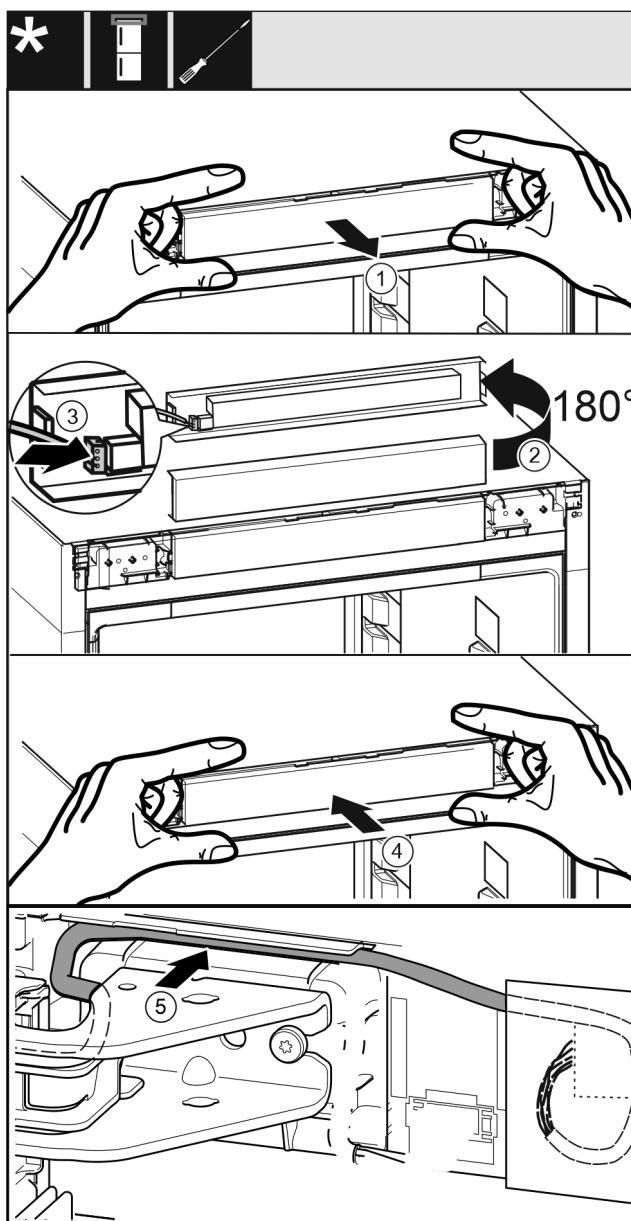

Fig. 40
- ▶ Осторожно извлеките фальшпанель Fig. 40 (1).
- ▶ Поверните фальшпанель Fig. 40 (2) вверх на 180°.
- ▶ Зафиксируйте штекер Fig. 40 (3) на фальшпанели.
- ▶ Снова зафиксируйте фальшпанель Fig. 40 (4) на устройстве.
- ▶ Осторожно проложите кабель Fig. 40 (5) в направляющей над верхним опорным кронштейном.